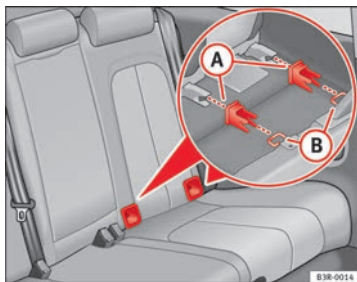

Abb. 32 Lage der ISOFIX-Verankerungen am äußeren Rücksitz
- Befestigen Sie die Plastikführungen an den ISOFIX-Verankerungen des Fahrzeugs, die sich zwischen der Lehne und der Sitzfläche des Rücksitzes befinden ⇒ Abb. 32.